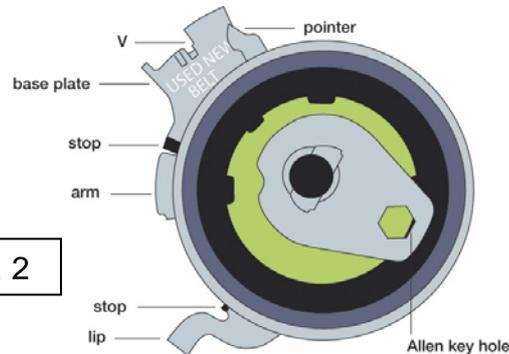

Abb. 2
8. Spannrolle nach **links** drehen bis der Spannungsanzeiger sich am rechten Rand der Grundplatte befindet (Abb. 2).